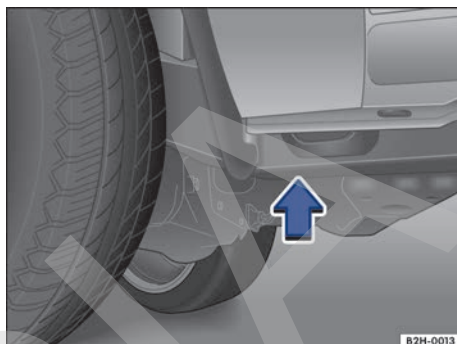
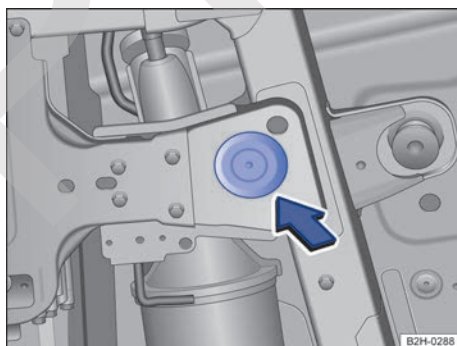
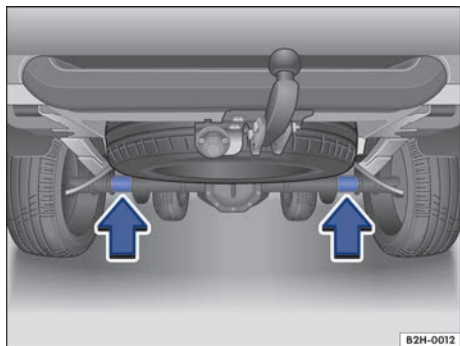
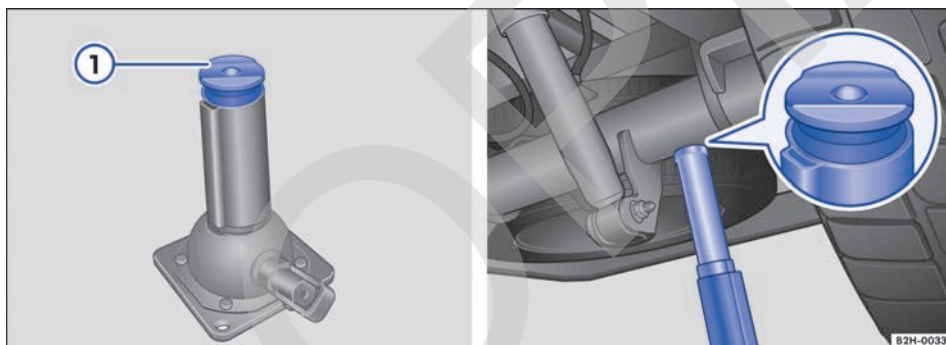

Fig. 184 Desde el lateral: punto de apoyo para el crique en la parte delantera
Fig. 185 Desde abajo: punto de apoyo para el crique en la parte delantera
Fig. 186 Puntos de apoyo para el crique en la parte trasera.
Fig. 187 Colocar el crique debajo del eje trasero.
Coloque el crique únicamente en los puntos que se indican → fig. 184 o → fig. 186. El punto de apoyo válido es el que se encuentra junto a la rueda correspondiente → ⚠.
3. Busque el punto de apoyo para el crique en la parte delantera → fig. 184 o trasera → fig. 185 que se encuentre más próximo a la rueda que haya que cambiar.
6. Asegúrese de que el crique se encuentre debajo de las zonas indicadas en la parte delantera → fig. 184 o en la parte trasera → fig. 186.
7. Centre el crique y siga subiéndolo hasta que su superficie de apoyo toque el punto de apoyo → fig. 185 o uno de los rebajes → fig. 187.
- El crique solo deberá colocarse en los puntos descritos → fig. 184 y → fig. 185.
Coloque el crique únicamente en los puntos que se indican → fig. 184 (visto desde un lateral) y → fig. 185 (visto desde abajo).
Coloque el crique únicamente en los puntos que se indican → fig. 186 (flechas).
Hay que colocar el crique debajo del punto de apoyo de manera que uno de los rebajes → fig. 187 ① quede longitudinalmente justo en el centro del eje trasero.